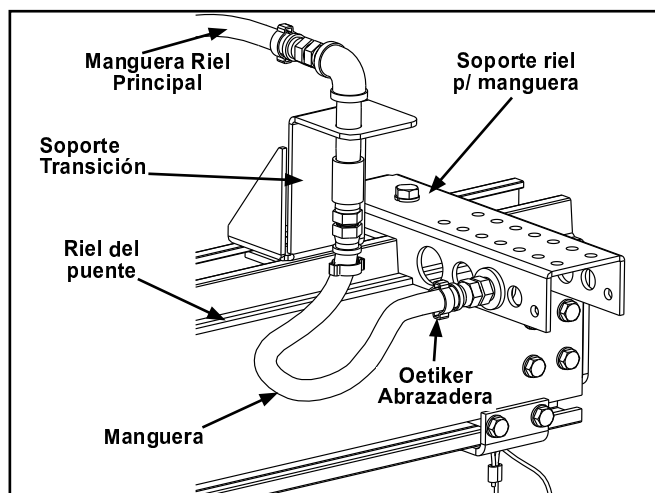
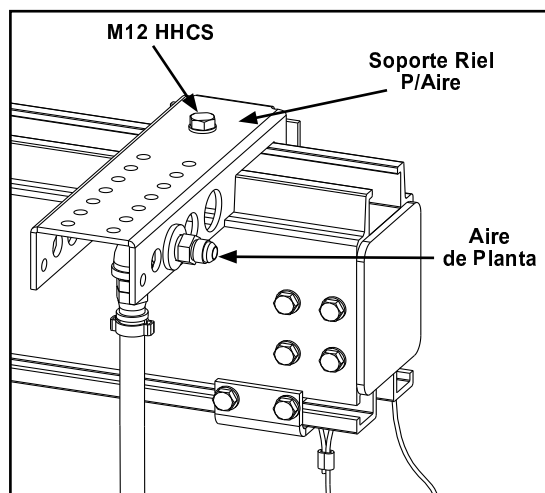

Figura 3-111
Figura 3-112
- Paso 1. Instale soporte de riel aflojando tuerca jaula y deslizando soporte en canal superior del riel. Posicione el soporte aprox. Seis (6) in (152 mm) del extremo del riel del puente. Vea Figura 3-111.
- Paso 8. Reinstale tornillos-U abrazando la manguera en el carro, alternando curvas de manguera de dentro hacia afuera. Verifique curvas de manguera colgando de los carros que tengan una longitud aprox. De tres (3) pies (914 mm). Vea en manual sección "Carros para manguera" pág. 3-30.
- Paso 11. Conecte manguera de suministro de aire de la planta a conector de 90 grados del soporte del riel (Suministrado). Vea Figura 3-112. Use al menos doce (12") (305 mm) de manguera entre soporte y tubo rígido de aire de planta. No use tubería rígida.